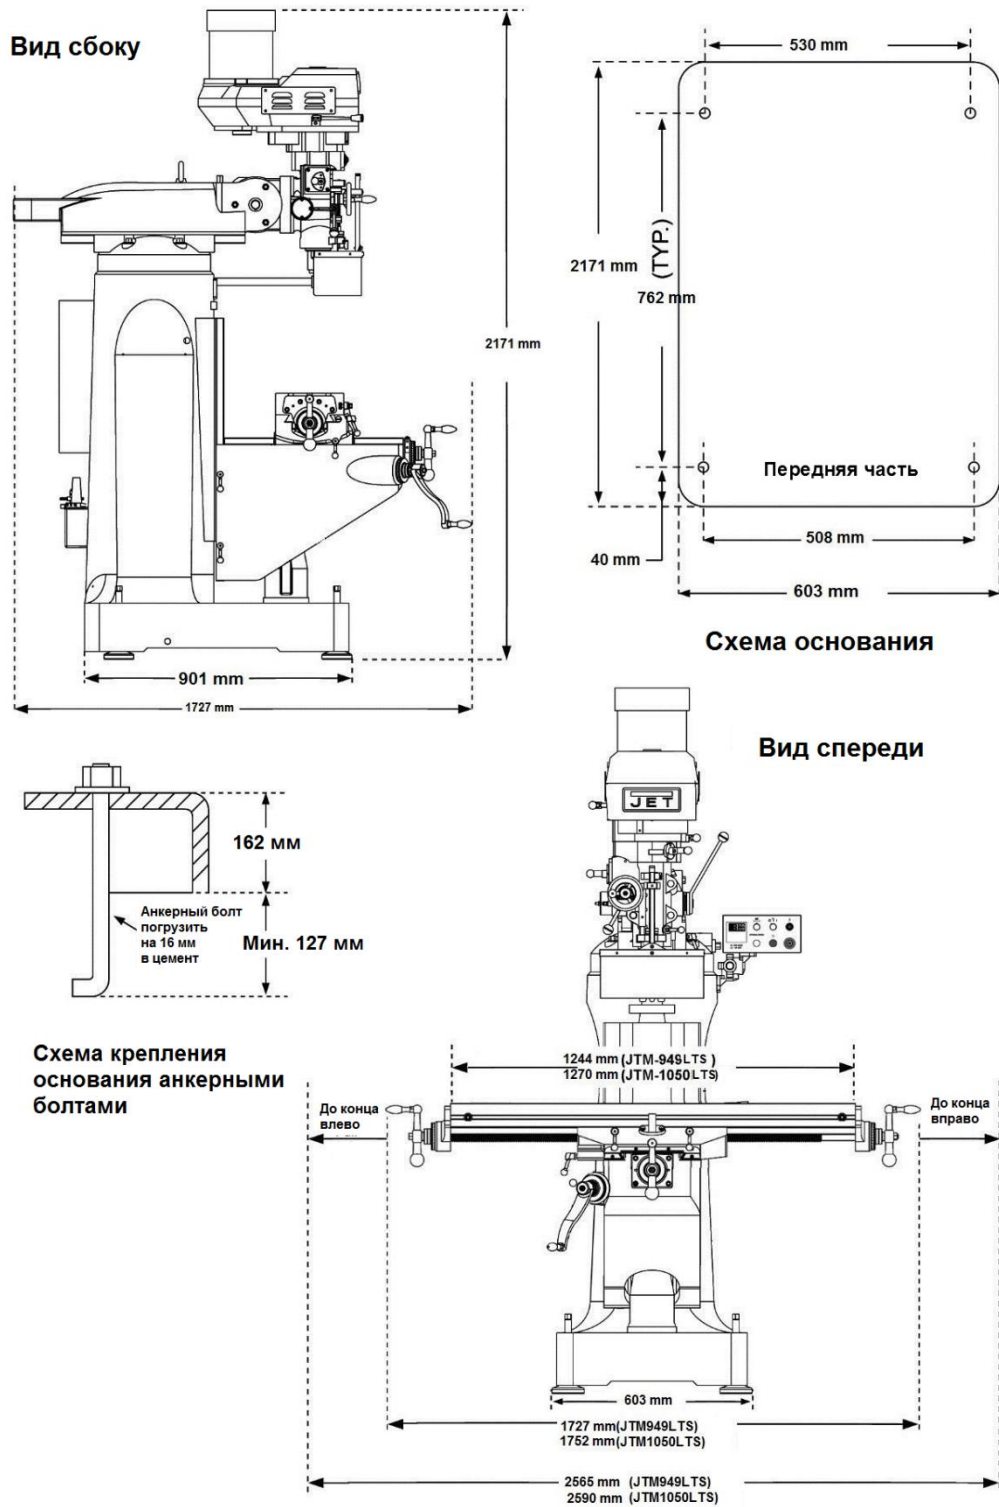

Рисунок1: Схема установки
8. Поставьте основание станка на место предполагаемой установки, где станок будет зафиксирован. Анкерные болты подходящего размера и длины должны быть закреплены на полу. Схему расположения отверстий можно посмотреть на рис. 1.